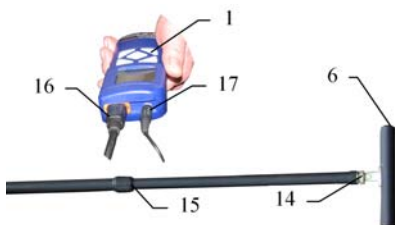

Рис.7
Для приведения электромагнитного датчика из транспортного в рабочее положение следует ослабить стопорную гайку поз.15 рис. 7, раздвинуть штангу до требуемого размера и зафиксировать стопорной гайкой. Ослабить фиксирующую гайку поз.14 рис. 7 и установить электромагнитную антенну поз.7 датчика в положение 1 или 2 (рис. 2) в зависимости от метода, используемого в трассопоиске. Положение 1 - поиск по методу минимума (транспортное положение), Положение 2 - поиск по методу максимума.
Подключить к разъемам приемника АП-015 электромагнитный датчик поз. 16 рис.6 и головные телефоны поз. 17 рис.7 (если необходимо). Включить прибор нажатием кнопки "Ⓚ" поз.1 рис.7. При этом приемник автоматически входит в режим трассопоиска ТР и, соответственно, отобразит на индикаторе "Ⓚ". Надпись "HOLD" в верхней части индикатора свидетельствует о том, что измерения не производятся и отображаются установки из предыдущего сеанса.
1) Подключить к разъемам приемника АП-015 электромагнитный датчик поз.16 рис.7 и головные телефоны поз. 17 рис.7 (если необходимо). Включить прибор нажатием кнопки " **I** " поз.1 рис.7. Провести настройки приемника (см.п. 4.2).
1) Подключить к разъемам приемника АП-015 электромагнитный датчик поз. 16 рис.7 и головные телефоны поз. 17 рис.6 (если необходимо). Включить прибор нажатием кнопки " I " поз.1 рис.2. Провести настройки приемника (см.п. 5.2).